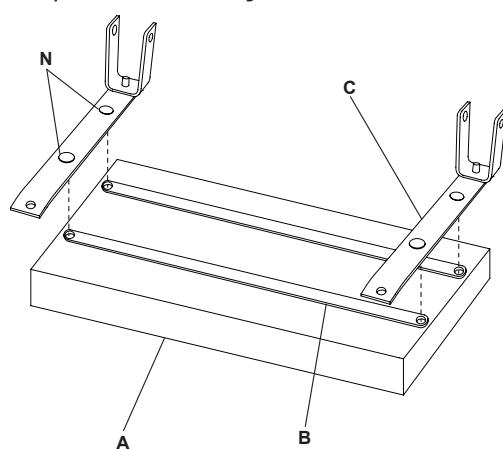

Figure 1 - Ensemble de coussin de siège
1. Avec le coussin du siège (A) vers le bas, aligner les trous des traversières (B) avec le siège. Ensuite, aligner les trous du Siège soutien Bars (C) et fixez avec quatre M6 x 16 Vis à tête Phillips (N). (Figure 1).